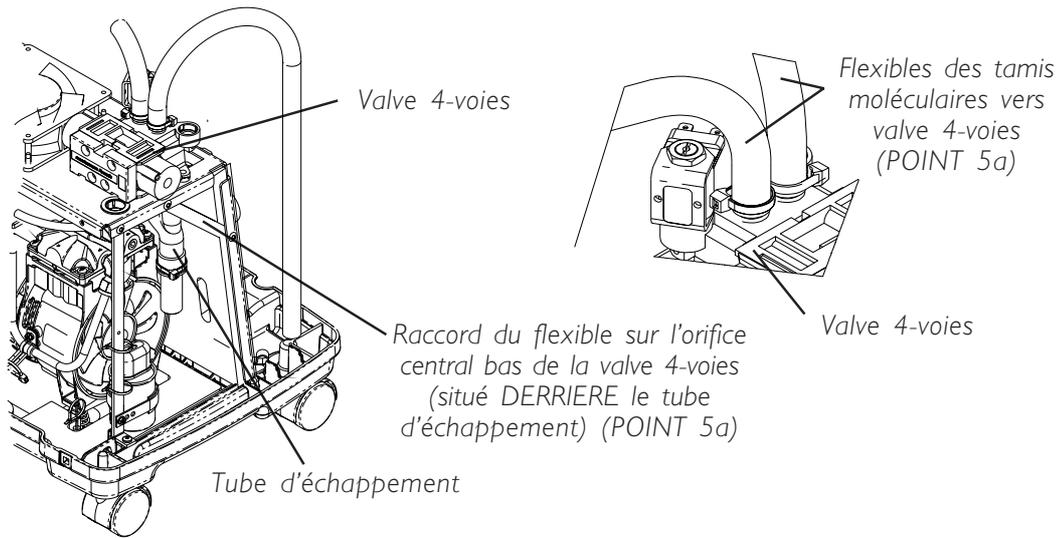

FIGURE 1 - FLEXIBLES DES VALVES 4-VOIES
- a) Les deux (2) flexibles des tamis moléculaires en haut de la valve 4-voies et le flexible relié à l'orifice central inférieur de la valve 4-voies. Cf. FIGURE 1.